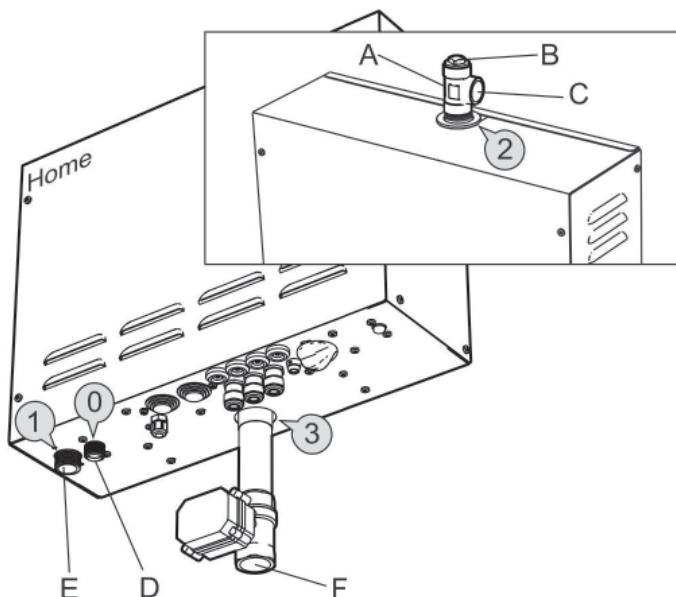

Fig. 6 Générateur de vapeur de type Home
Raccordez l'eau froide au raccord 1 (Fig. 6,7) du générateur de vapeur. La pression de l'eau en entrée doit se situer entre 0,2 bar min. et 10 bar max (20kPa min. et 1000kPa max).
Monter le raccord, l'écrou de blocage vers le haut, sur la sortie de vapeur 2 (Fig. 6,7) du générateur de vapeur. Raccorder le tuyau de cuivre d'un diamètre interne d'eau moins 18mm, à la sortie de vapeur du raccord (C). Le tuyau de vapeur doit présenter une pente soit vers le hammam, soit vers le générateur de vapeur. Le tuyau de vapeur peut également être installé avec une pente à la fois vers le hammam et vers le générateur de vapeur.
Raccordez le tuyau d'évacuation, qui doit être un tuyau en cuivre de bonne qualité, avec un diamètre interne minimal de Ø 25 mm, au raccord 3 (Fig. 6,7) sur le générateur de vapeur. Le tuyau d'évacuation doit aboutir sur la bouche d'évacuation la plus proche à l'extérieur du hammam. La température de l'eau évacuée se situe entre 80 et 85 °C environ.
Un tuyau de décharge raccordé au dispositif limiteur de pression D (0)(Fig. 6 et 7) doit être installé dans un environnement maintenu hors-gel et en pente continue vers le bas.